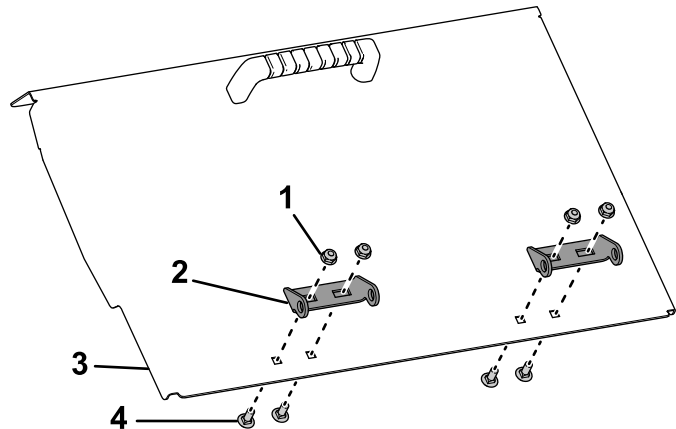

Bild 7
6. Befestigen Sie das Scharnier des Füllkastens mit den mitgelieferten Schlossschrauben ($\frac{1}{4}'' \times \frac{5}{8}''$) und Sicherungsmuttern (Bild 7).